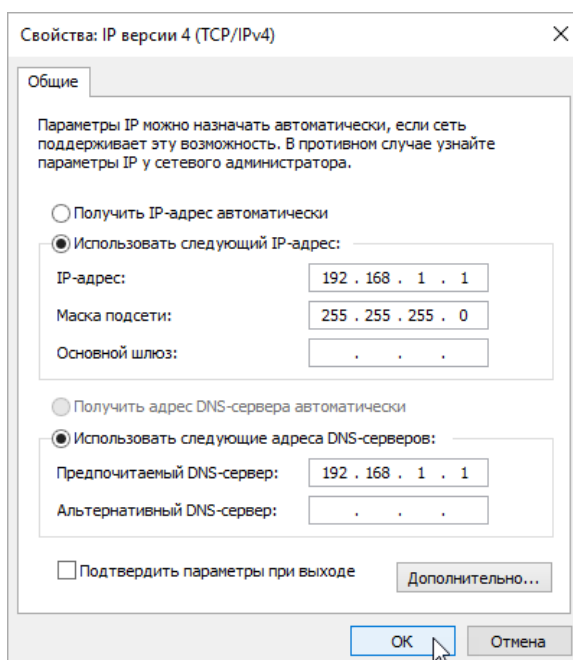

Рисунок 2.4
3) Заполните поля ввода (см. рис. 2.4) и нажмите кнопку «ОК».